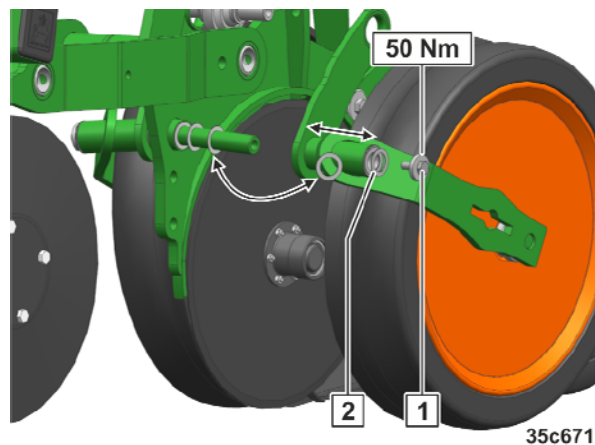

Рис. 313
1. Ослабьте и извлеките винт (Рис. 313/1).
3. Чтобы опорный каток слегка касался диска сошника, отрегулируйте расстояние при помощи распорных шайб (Рис. 313/2).
3. Выкрутите и извлеките винты (Рис. 313/1).
4. Демонтируйте изношенный диск сошника (Рис. 313/2).